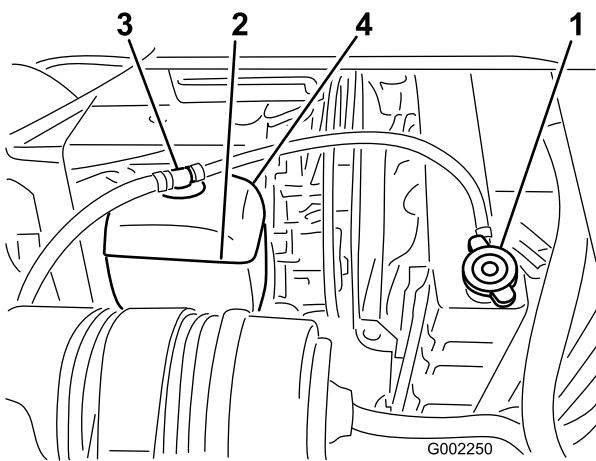

図 54
2. エンジンが十分に冷えているのを確認してラジエターのキャップを開ける（図54）。